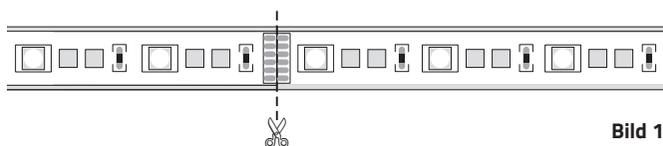

Bild 1
2. LED-Platine, falls erforderlich, kürzen (Bild 1).
Vor dem Kürzen immer den Netzstecker ziehen. LED-Platinen können jeweils nach **18** LEDs (10 cm) getrennt werden (Bild 1).